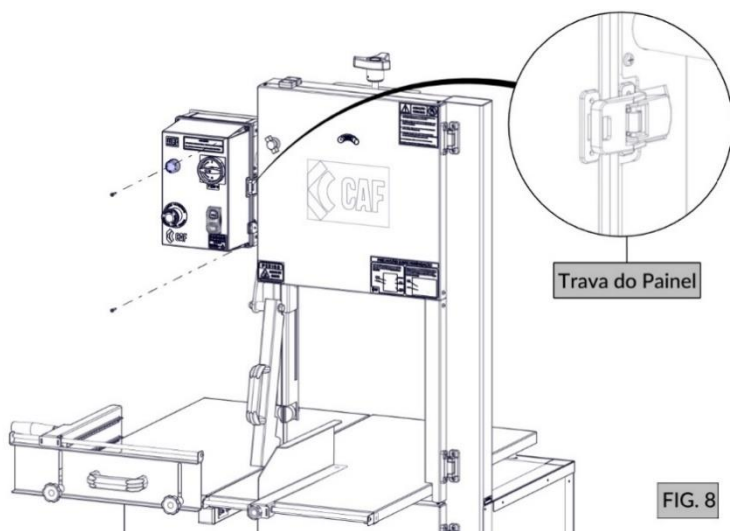
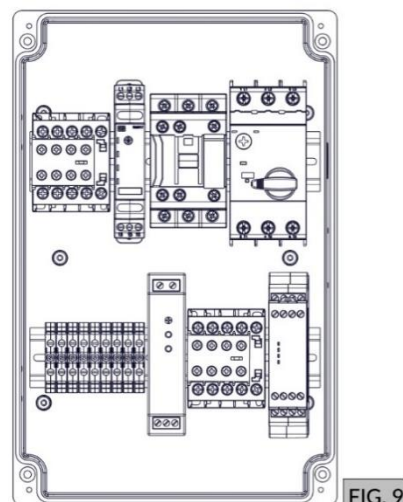

FIG. 8
FIG. 9
- Retire os parafusos de fixação (FIG. 8) e abra a trava do painel (FIG. 8) para ter acesso ao conjunto de comandos elétricos da máquina (FIG. 9).
d) Recoloque o painel, fixando-o com os parafusos de fixação (FIG. 8) para liberar o funcionamento da máquina.